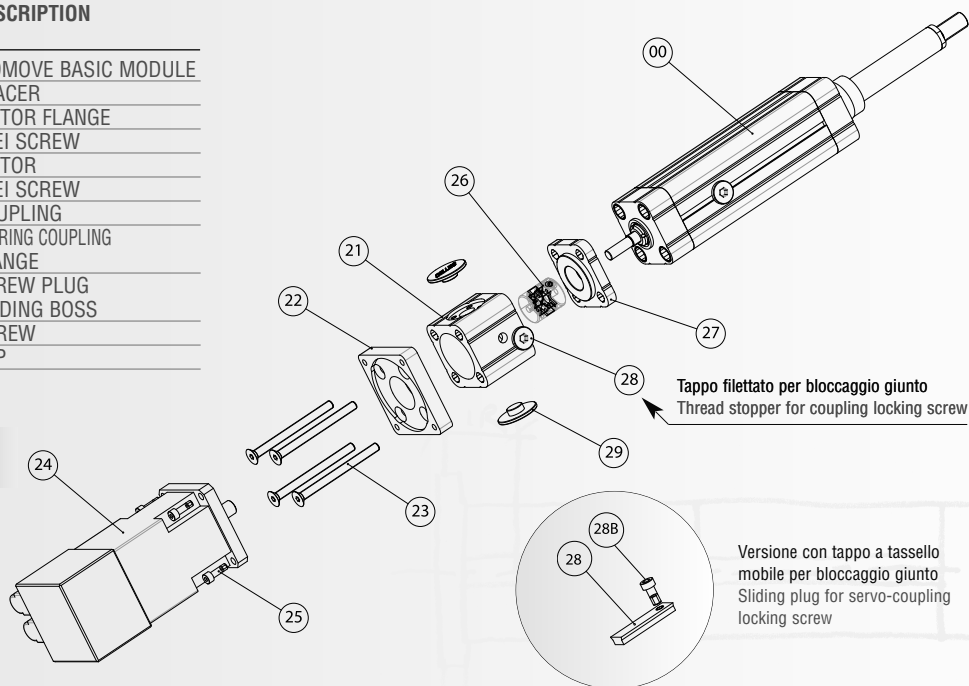

Fig. 2
4.5.0 MONTAGGIO DEL MOTORE NELLA VERSIONE "D" DIRETTA (Fig. 2)